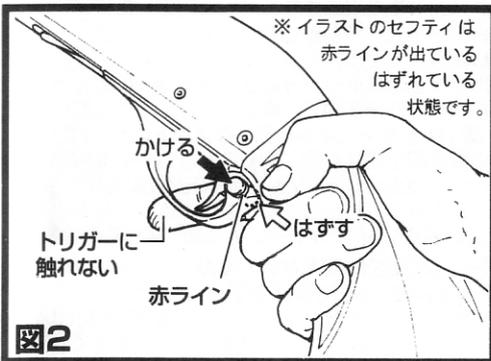
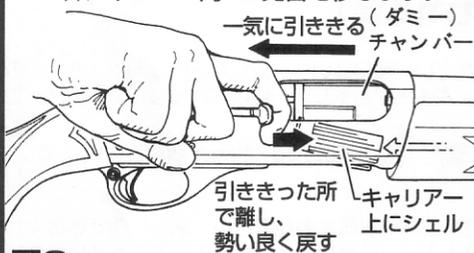

図2
図8
## 1. セフティ操作 ⇒図2参照
2. 図8を参考にこの段階で1発目のシェルを(ダミー)チャンパー内に手で移します。ボルトハンドルにしっかり指をかけ、一気にボルトを引ききり、そこで指を離しボルトを勢い良く戻してください。指等はささないように注意。この時トリガー・キャリアに触れないでください。チャンパー内に初弾を送るこの操作は、シェルを銃内に複数入れた後の手動やガス作動で行うとジャム(: シェル給弾不良)を起こす場合がありますので、なるべくこの段階に手動で行ってください。ジャムは 図2トラブルシュートの 7.ジャムシェルの取り方①~④を参考に手動で取り出してください。
⚠ 注意 : 銃内へショットシェルを入れる時、次の6点にご注意ください。またジャムシェルは図2トラブルシュートの 7.ジャムシェルの取り方①~④を参考にしてください。
5. ショットシェルの押し込みが足りず、シェルストッパー(図19参照)にかかっていない時に指を離してしまった場合、シェルはチューブから押し戻されキャリアーに乗り、ジャムを起こします。4.発射を参考に安全な方向に銃口を向けジャムシェルをガス作動で取り出すか、図2トラブルシュートの 7.ジャムシェルの取り方①~④を参考に手動で取り出してください。
2. BB弾は必ず前から給弾してください。ショットガンの迫力を再現するため、シェル内にはBB弾10発分のスペースはありますが、パワースーツの性質上、5発までが通常に発射できます。(ホップアップ時3~5発)6発以上の給弾はお止めください。多弾給弾された場合、シェルがキャリアー上に出た時等(→図8参照)に銃内にこぼれることがあります。弾がこぼれた場合は、5.発射を終える時の処理を参考に、必ず取り除いてから再操作してください。